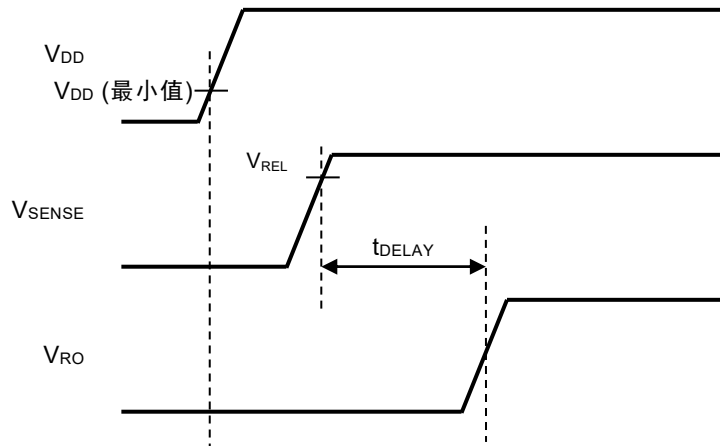

图25
- (1) 按VDD端子、SENSE端子的顺序接通 (参阅图25)
- (2) VDD端子和SENSE端子同时接通